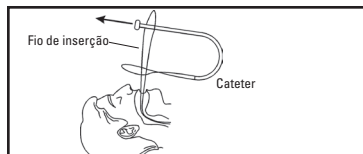

Figura 4
- Passe a extremidade do botão do cateter com One Step através do anel do fio de inserção e puxe a totalidade do cateter (Figura 4).